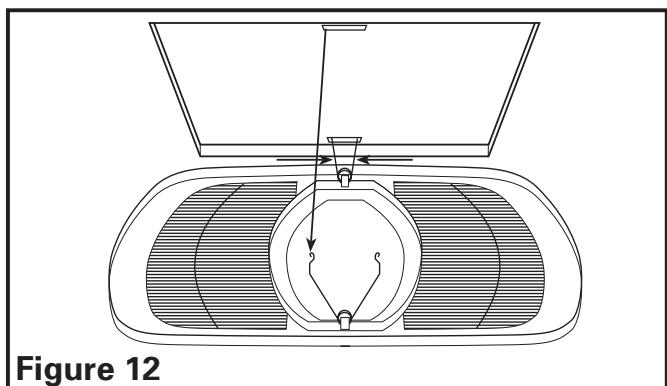

Figure 12
3. **Remplacement de l'ampoule:** débrancher l'alimentation de l'unité. Enlever la grille en la tirant vers le bas et en pressant ensemble les ressorts de la grille pour dégager le bâti (**Figure 12**).